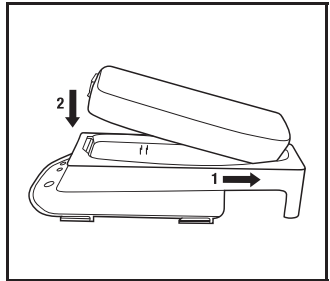

Fig. 2
4. **Batería cargando:** Asegúrese que los contactos eléctricos de oro en la batería y el cargador estén limpios. Introduzca la batería en la Celda de carga de batería 3M™ TR-640 al deslizar primero el extremo posterior de la batería. Asiente el extremo frontal hasta que quede en su lugar (Fig. 2), entonces iniciará la carga. Remítase a la Fig. 4 y la Tabla 1 en la sección "Especificaciones" de estas *Instrucciones* para consultar la lista de pantallas LED del cargador y significados, y tiempos de carga de batería.